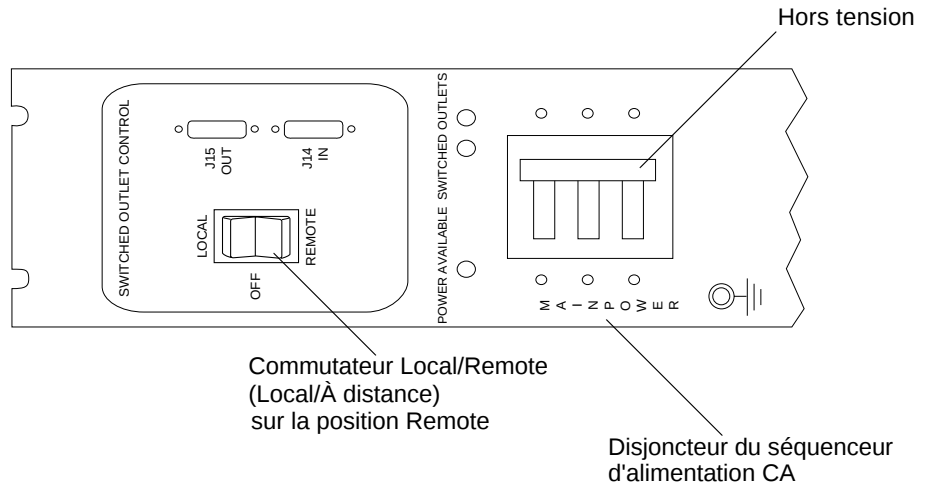

FIGURE B-5 Panneau de contrôle d'un séquenceur d'alimentation arrière
1. Vérifiez que les disjoncteurs de séquenceur d'alimentation CA sont éteints (OFF) (FIGURE B-5).
2. Vérifiez que le commutateur Local/Off/Remote (Local/Arrêt/À distance) de chaque séquenceur d'alimentation de l'armoire de base et de l'armoire d'extension (le cas échéant) est sur la position Remote (FIGURE B-5).